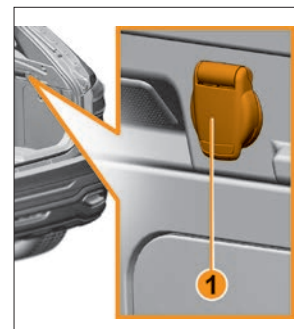

Рис. 4.4.4. Розетка 12 В в багажном отделении
**В варианном исполнении** в багажном отделении устанавливается дополнительная розетка 12 В (рис. 4.4.4).